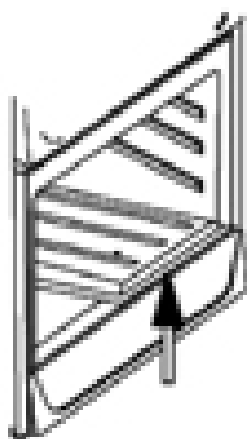

Figure 5
b) Changement de l'injecteur du brûleur du four (Figures 5, 6, 7, 8)